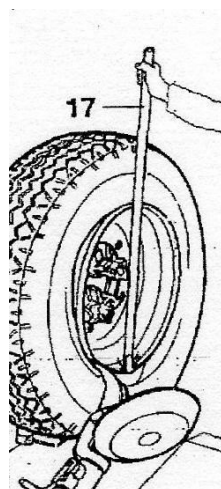

Рисунок 17
8.3.10 Поворачивайте колесо и одновременно подводите крюк монтажного инструмента, чтобы вставить его между ободом и бортовым кольцом шины, пока он не зацепится за борт (Рисунок 17). Для облегчения процесса зацепления, прибегайте к вращению зажимного устройства.
8.3.12 Вставьте большую монтажную лопатку (поз. 17, Рисунок 17) между ободом и
8.3.19 Вставьте большую монтажную лопатку (поз. 17, Рисунок 17) между ободом и бортом справа от от крюка монтажного инструмента.
зацепится за борт (Рисунок 17). Для облегчения процесса зацепления, прибегайте к вращению зажимного устройства.